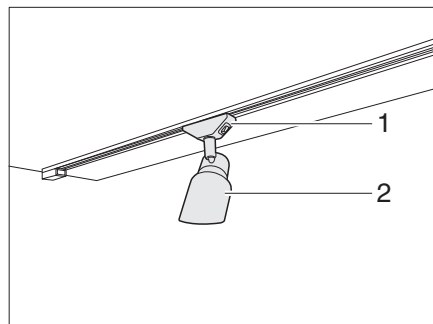

Fig. 61 Spot
- Saisir le support (Fig. 61,1) et le tourner de 45°.
- Retirer le spot (Fig. 61,2) du système de rail.
- Placer le spot (Fig. 61,2) à la position désirée dans le système de rail et le tourner de 45°.
- Tourner le support (Fig. 61,1) de 45°.